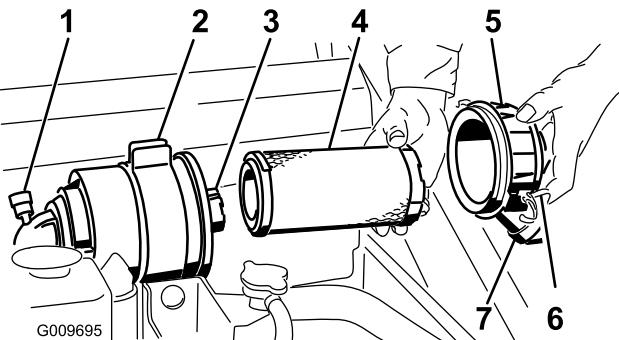

Bild 32
**Wichtig:** Warten Sie den Luftfilter nur, wenn die Wartungsanzeige rot ist (Bild 32). Das frühzeitige Auswechseln des Luftfilters erhöht nur die Gefahr, dass Schmutz in den Motor gelangt, wenn Sie den Filter entfernen.
4. Lösen Sie die Riegel am Luftfilter und ziehen Sie die Abdeckung vom Gehäuse ab (Bild 32).
1. Schieben Sie den Hauptfilter vorsichtig aus dem Luftfiltergehäuse heraus (Bild 32). Vermeiden Sie ein Anstoßen des Filters an der Seite des Gehäuses.
4. Wenn Sie den Sicherheitsfilter auswechseln, schieben Sie den neuen Filter vorsichtig in das Filtergehäuse (Bild 32).
5. Schieben Sie den Hauptfilter vorsichtig auf den Sicherheitsfilter (Bild 32). Stellen Sie sicher, dass dieser einwandfrei einliegt, indem Sie beim Einbauen auf den äußeren Rand des Filters drücken.
6. Bringen Sie die Luftfilterabdeckung mit der Seite an, auf der UP gestanzt ist, und rasten Sie die Riegel ein (Bild 32).